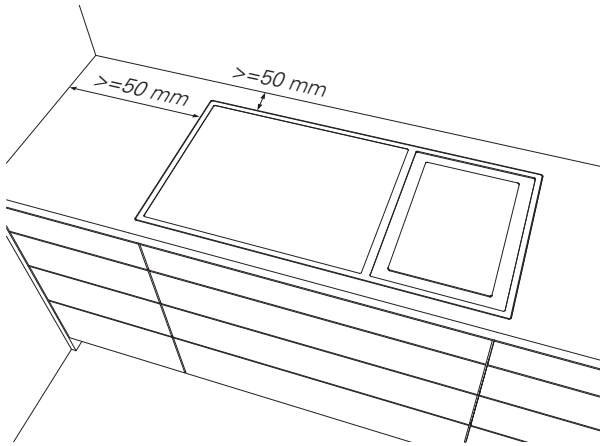

Abb. C-1 Mindestabstände zu anderen Möbeln
- ▶ Stellen Sie sicher, dass der Ausschnitt in der Arbeitsplatte zu Wänden oder Möbelstücken mindestens 50 mm entfernt ist (siehe Abbildung C-1).